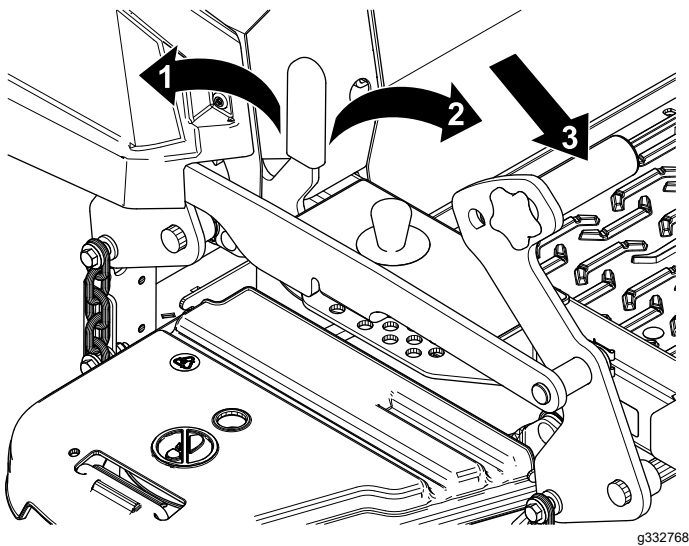

Figura 29
1. Poussez la pédale de levage du tablier complètement en avant pour bloquer le tablier en position TRANSPORT (Figura 29).
2. Poussez la pédale de levage du tablier complètement en avant et tirez le verrou de transport en avant à la position de DÉVERROUILLAGE, puis abaissez lentement le tablier de coupe (Figura 29).